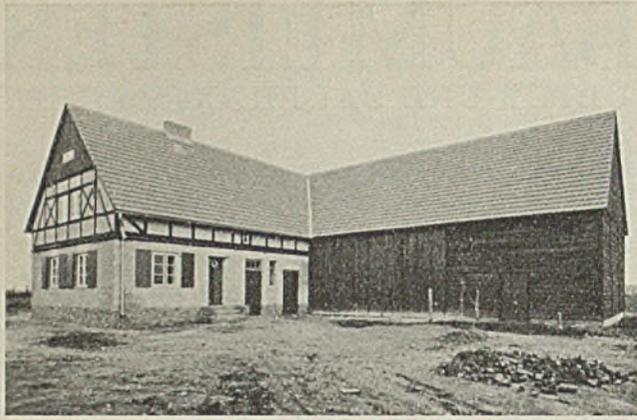
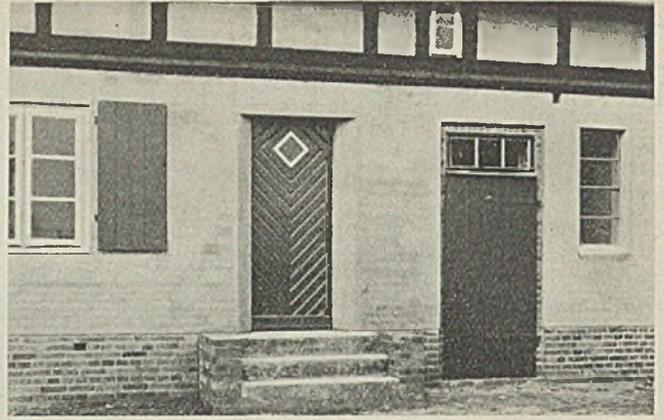

Abbildung 2
Abbildung 3
9. „Türleibungen aufs dauerhafteste herzustellen“, damit keine Beschädigungen auftreten können. Besonders Futterküchen- und Stalltürleibungen im Rohbau (in Verblendung) belassen. Haustürleibung abgeschragt (siehe Abb. 2 und 3).
Alle diese Bedingungen und auch ästhetische, ja auch architektonische Forderungen nach ansprechender, bodenständiger, zweckdienlicher Gestaltung des Äußeren, wie sie die Reichsstelle für Raumordnung verlangt, sind hier restlos erfüllt. Die Fotos geben den Gesamteindruck (Abb. 2) und die Einzelheit, also ein Hoffrontteil (Abb. 3) zu erkennen. Insbesondere wird hier die Haustür in ihrem dörflichen Charakter gezeigt, die wuchtig vorgelagerten massiven Wohnungseingangsstufen, die mit Verblendung umgebene Futterküchentür, ihr eisernes Ober-